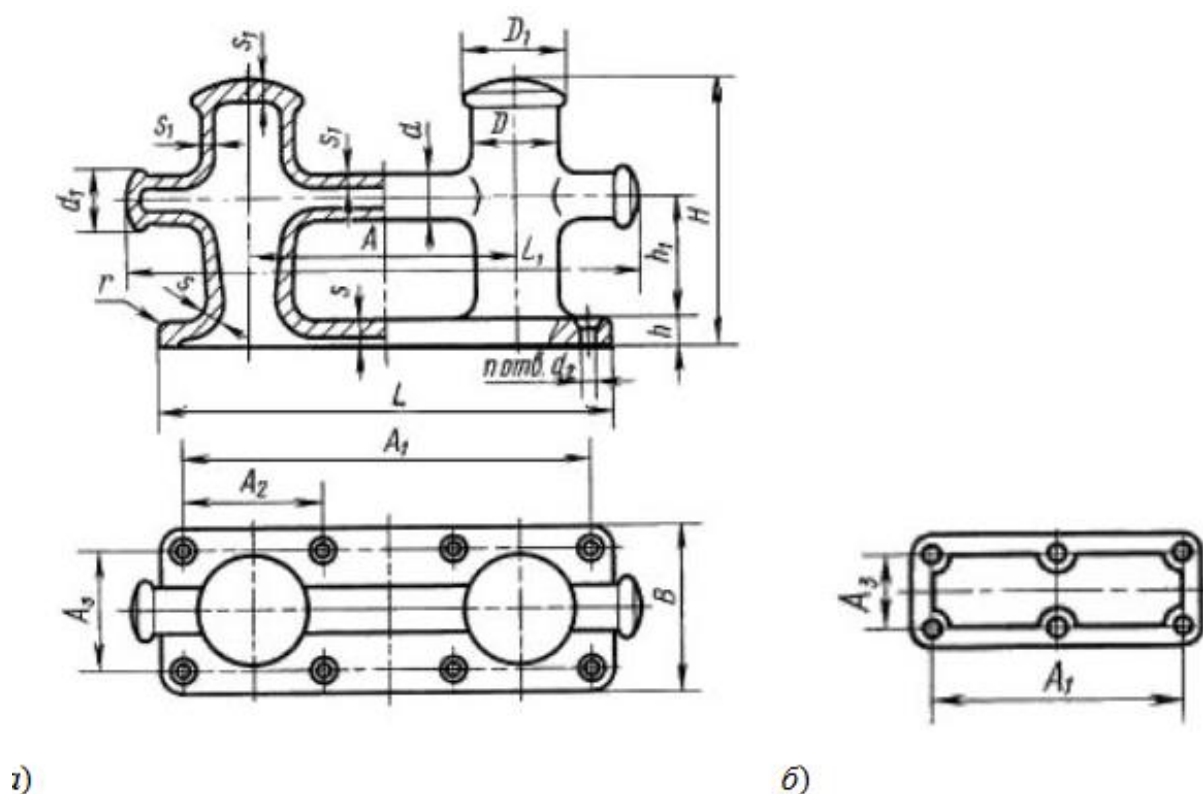

Рисунок 1 – Кнехт крестовый:
1. По предложенному заданию выполнить сборочный чертеж кнехта крестового. рисунок 1, размеры выбираем в соответствии с вариантом.
Конструкция, основные размеры и масса кнехтов должны соответствовать ГОСТ 11265-73. Конструкцию крестовых литых кнехтов иллюстрирует рисунок 1; размеры кнехтов приведены в таблице 1.